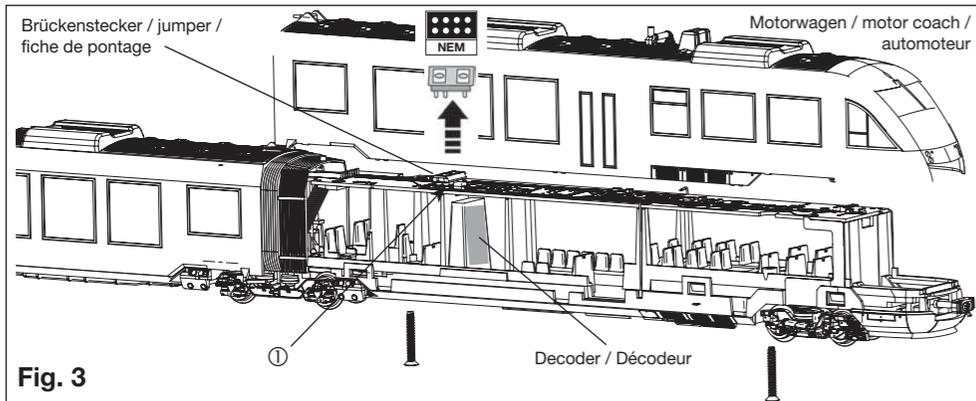

Fig. 3
Gehäuse öffnen (Fig. 3, 5):
Decodereinbau (Fig. 3):
Auf die markierte Fläche (Fig. 3) im Motorwagen kann ein DCC-Decoder (z.B. FLEISCHMANN 10894) mit 8-poliger Schnittstelle nach NEM 652 geklebt werden. Brückenstecker auf der Leiterplatte herausziehen und Stecker des Decoders dafür einstecken. Dabei auf die Gleichlage der mit ① gekennzeichneten Kontakte auf Platine und Stecker achten. Beim Einbau bitte die Betriebsanleitung des jeweiligen Decoders beachten!
Opening (Fig. 3, 5):
Installing a decoder (Fig. 3):
On the cross-hatched surface, see fig. 3, in the motor coach, a DCC-decoder (for example FLEISCHMANN 10894) equipped with an 8-pole interface plug according to NEM 652 can be glued. Pull out the jumper plug out of the interface socket and connect the decoder's plug instead. Take care that the markings ① on the plug and the socket are positioned on the same edge. Please follow the instructions of the respective decoder for installation!
Ouverture du boîtier (Fig. 3, 5) :
Montage du décodeur (Fig. 3) :
La surface hachurée (fig. 3) de l'automoteur est prévue pour coller un décodeur DCC (par exemple FLEISCHMANN 10894) équipé d'un connecteur à 8 pôles normalisé NEM 652. Retirer le pontage du circuit imprimé et brancher le connecteur du décodeur à sa place. Veiller pour cela à ce que les contacts "①" de la platine et du connecteur soient en regard. Pour le montage, se référer aux instructions de service du décodeur en question!
Behuizing verwijderen (Fig. 3, 5):
Het inbouwen van een decoder (Fig. 3):
Op de gekenmerkte plaats (Fig. 3) in de motorwagen kan een DCC decoder (bijvoorbeeld FLEISCHMANN 10894) met 8-polige stekker volgens NEM 652 norm, geplaatst worden. Overbruggingsstekker van de printplaat verwijderen en daarvoor in de plaats de stekker van de decoder insteken. Let daarbij op dat het met ① gekenmerkte contact op zowel de print als de stekker tegenover elkaar liggen. Bij het inbouwen s.v.p. de handleiding van de desbetreffende decoder raadplegen.
Uitsluitend FLEISCHMANN-olie 6599 gebruiken op de gekenmerkte plaatsen (Fig. 3, 5) van de motor, de aandrijving en de assen. Slechts een druppeltje olie peer smeerplaats (➔) is voldoende. Voor en juiste dosering de smeernaald aan het afsluitdopje van het olieflasje gebruiken.
Apertura del corpo (Fig. 3, 5):
Montaggio del decoder (Fig. 3):
Sulla superficie tratteggiata (fig. 3) nella motrice è possibile incollare un decoder DCC (per esempio FLEISCHMANN 10894) con interfaccia a 8 poli conformemente alla norma NEM 652. Estrarre la spina a ponte presente sul circuito stampato e a tale scopo inserire la spina del decoder. Durante questa operazione fare attenzione che i contatti contrassegnati con ① si trovino nella stessa posizione sul circuito e nella spina. Durante il montaggio rispettare le istruzioni per l'uso del rispettivo decoder!
Il motore, l'ingranaggio e gli assi devono essere lubrificati solo nei punti indicati (Fig. 3, 5). Utilizzare solo l'olio FLEISCHMANN 6599. Mettere solo una goccia di olio in ogni punto di lubrificazione (➔) per evitare fuoriuscite. Utilizzare l'ago inserito nel tappo del flaconcino per lubrificare i punti indicati.